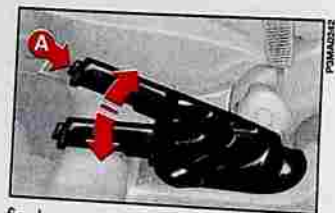

fig. 1
1) Soulever légèrement le levier et appuyer sur le bouton de déblocage **A**-fig. 1.